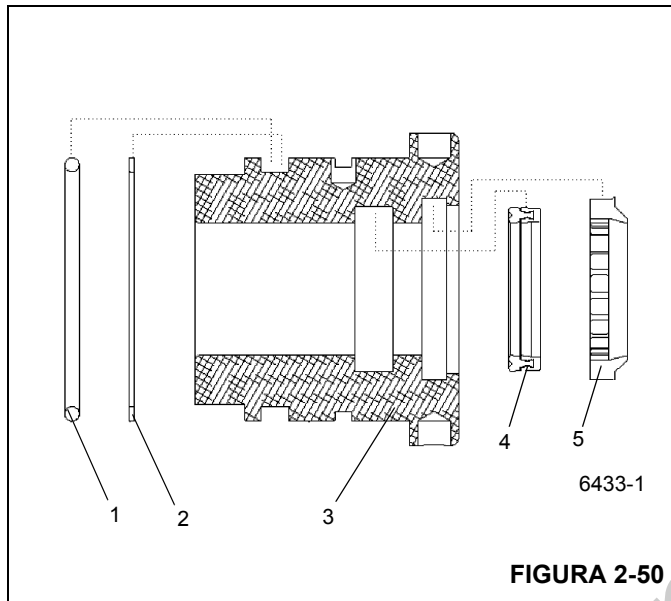

FIGURA 2-50
- d. Se possível, a cabeça e o conjunto de vedações devem ficar parados por pelo menos uma hora para permitir que as vedações sejam elasticamente restauradas (Figura 2-50).